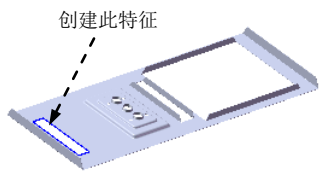
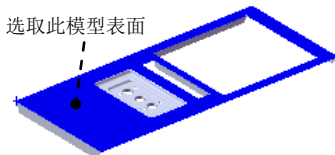
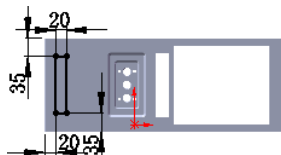

图 17.8.47 创建切除-拉伸 4
图 17.8.48 定义草图平面
图 17.8.49 横断面草图
Step12. 创建图 17.8.47 所示的切除-拉伸 4。选取图 17.8.48 所示的表面为草图平面，绘制图 17.8.49 所示的横断面草图，在 **方向 1** 区域的  下拉列表中选择 **完全贯穿** 选项。